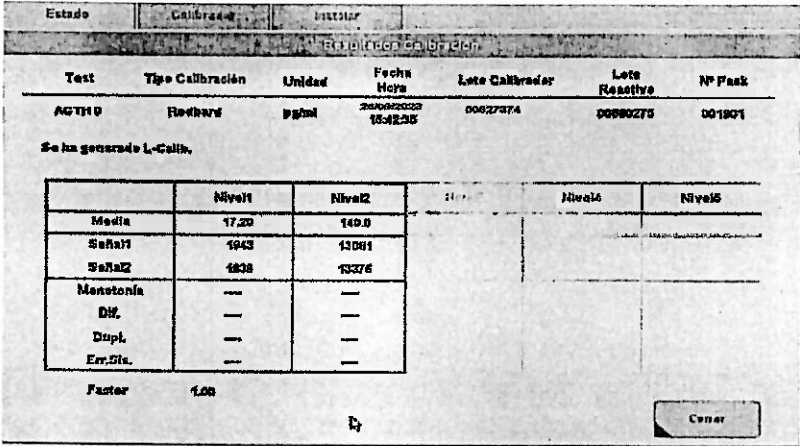

Imagen 55. Causas de calibraciones solicitadas.
- Para revisar el detalle de los resultados de la calibración, pulsar el botón Resultado Calibración (ver Imagen 55).